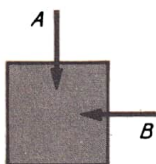

Bild 41
- 3.61 Bei einem Versuch zur Demonstration des Impulserhaltungssatzes springen gleichzeitig zwei Schüler (Masse A 42 kg, B 57 kg) in den in Bild 41 angegebenen Richtungen auf eine nach allen Seiten bewegliche Plattform auf, die sich in Ruhelage befindet. Beide Schüler haben die Geschwindigkeit $5,0 \text{ m s}^{-1}$. Berechnen Sie 1. den Betrag und 2. die Richtung der Geschwindigkeit, mit der sich die Plattform nach dem Aufsprung bewegt. Die Plattform hat die Masse 30 kg.